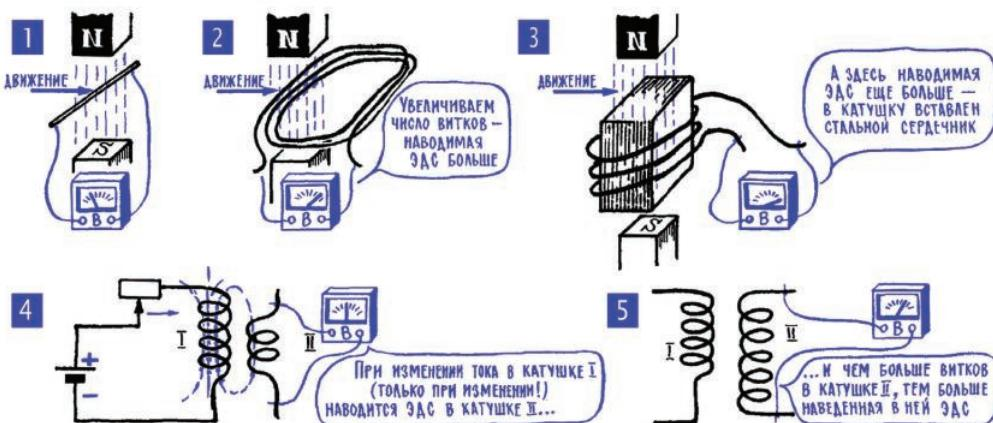

Рис. 5.8. Самоиндукция и взаимоиндукция в катушках индуктивности
То же самое можно сказать и о процессе взаимоиндукции. Здесь для получения ЭДС располагают рядом две катушки (рис. 5.8; 4) – первичную I (в ней меняется ток и создается меняющееся магнитное поле) и вторичную II (в ней наводится ЭДС взаимоиндукции). Чем больше витков в этой вторичной катушке, тем больше наведенная в ней ЭДС. Кстати, такое устройство из нескольких катушек (обмоток) называется трансформатором. Вскоре мы познакомимся с ним подробнее (гл. 6; 25).
**15. Индуктивность характеризует способность катушки создавать магнитное поле, единица индуктивности – генри.** Зависимость ЭДС самоиндукции от скорости изменения тока позволяет ввести точную характеристику тех свойств самой катушки, которые говорят об умении взаимодействовать с магнитным полем и создавать свое поле. Мы упоминали, что магнитное поле катушки тем сильнее, чем больше в ней витков, и что поле резко усиливается, если вставить в катушку ферромагнитный сердечник (гл. 5; 6; рис. 5.8; 3). Теперь мы можем о магнитных свойствах катушки судить по той ЭДС, которая в этой катушке наводится. Характеристика катушки, которая рассказывает об этом, называется ее коэффициентом самоиндукции, или, короче, коэффициентом индуктивности, или, еще короче, просто индуктивностью. Обозначается этот коэффициент буквой  $L$ ,